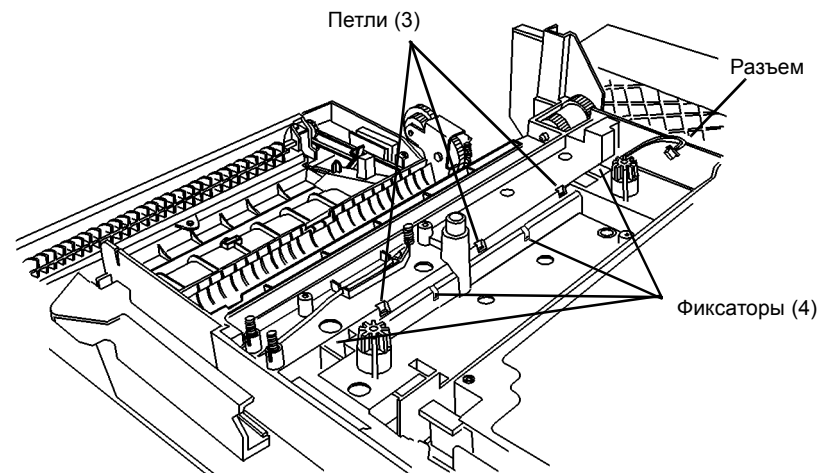

Рисунок 1 Снятие лампы стирания
9. Снимите лампу стирания (Рисунок 1).
- a. Протолкните фиксаторы (4) в отверстия.
- b. Со стороны полости для копи-картриджа разъедините петли (3).